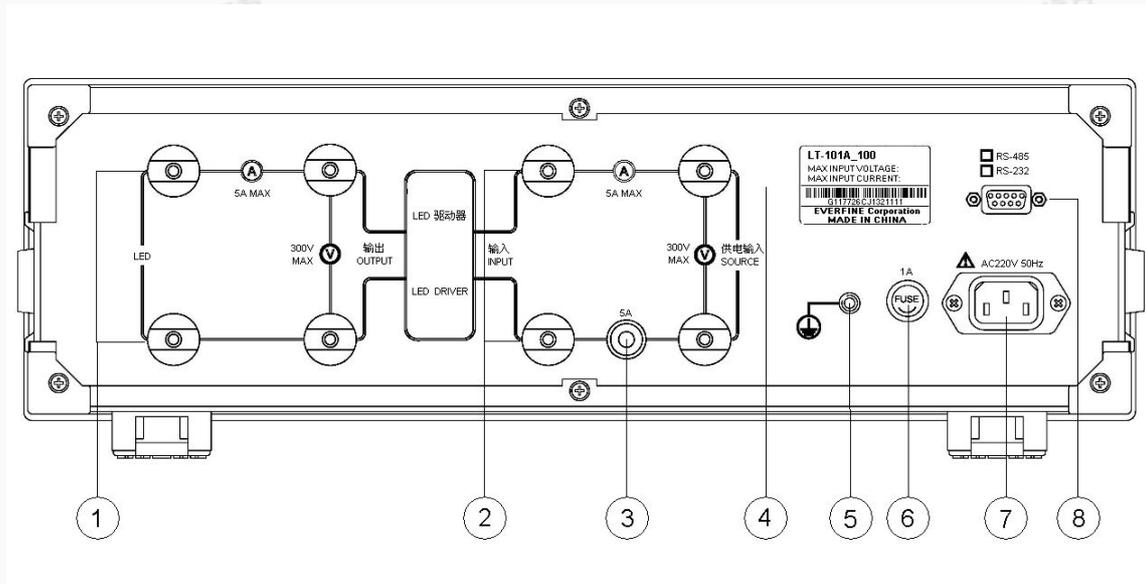

图 4.2 LT-101A 后面板
如需远程控制，请将仪器后面板的RS232接口（图 4.2 中的⑧）连接到PC的串行通讯口即可，具体操作参见“第六章 软件使用说明”。